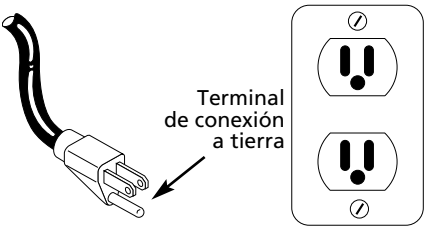

Figura 2 Enchufe para conectar a tierra
- 3. Este producto está diseñado para usarlo con circuitos de 120-voltios y tiene un enchufe similar al que se muestra en la Figura 2. Cerciórese de que el producto esté conectado a un tomacorrientes que sea similar. No debe usar adaptadores con este producto.